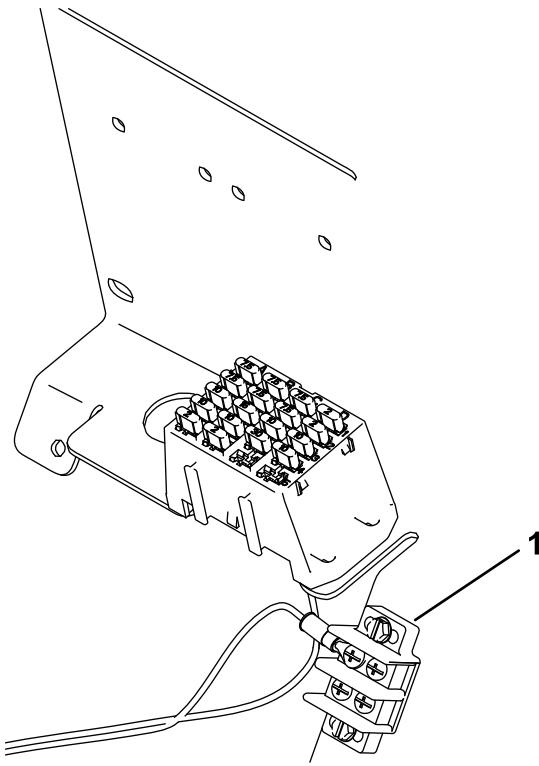

Рисунок 6
5. Подсоедините разъем с круглой клеммой к свободной клемме блока заземления (Рисунок 6).